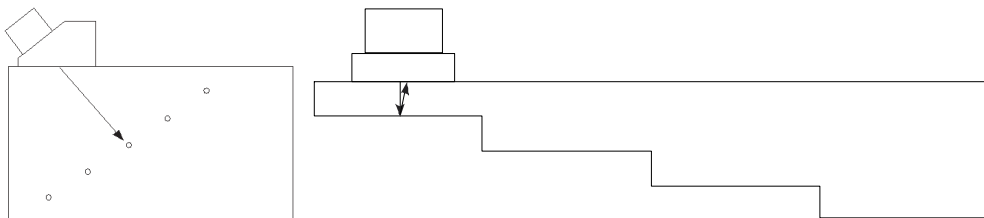

Figura 5-20 Blocchi di taratura per la taratura di una curva TCG
1. Posizionare la sonda sul blocco di taratura come illustrato nella Figura 5-20 a pagina 161.